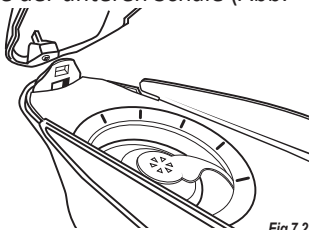

Fig 7.2
3. Verbinden Sie den Haken an der Vorderseite der oberen Schale mit der Öse der unteren Schale (Abb. 7.2)